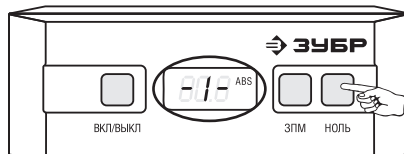

Рис. 2
- Нажмите кнопку «НОЛЬ», при этом надпись «-1-» замигает (рис. 2).